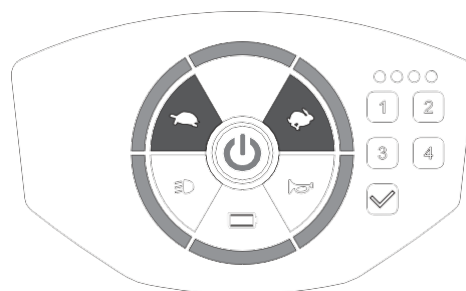

Figure 9
- Appuyez sur l'interrupteur d'alimentation pour mettre le scooter en veille (voyant rouge allumé), puis appuyez sur les touches d'accélération [🏍️] / de décélération [🏍️] et maintenez-les enfoncées pendant 2 secondes. Le voyant est allumé lorsque le scooter est prêt pour le réglage du rétroéclairage (figure 9).